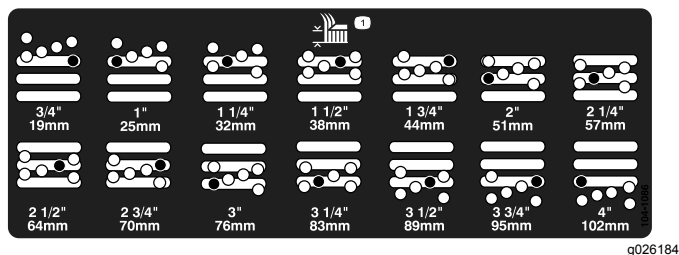

図 19
5. 希望の刈り高にチェンバを合わせ、その刈り高の穴とスロットにスペースを通す 図 19。